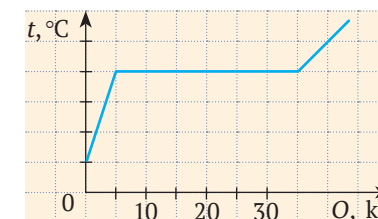

Fig. 2
1.8. Substanța lichidă cu masa de 150 g este situată sub un piston ce se mișcă ușor. După graficul dependenței temperaturii acestei substanțe de cantitatea de căldură absorbită de ea (fig. 2) determinați căldura specifică de vaporizare a substanței.